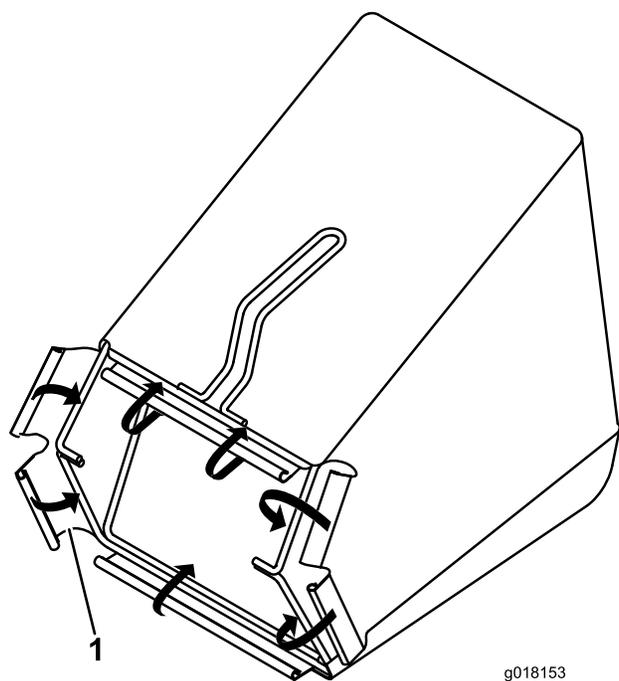

Figure 5
- Fixez les clips en plastique au cadre du bac à herbe (Figure 5).